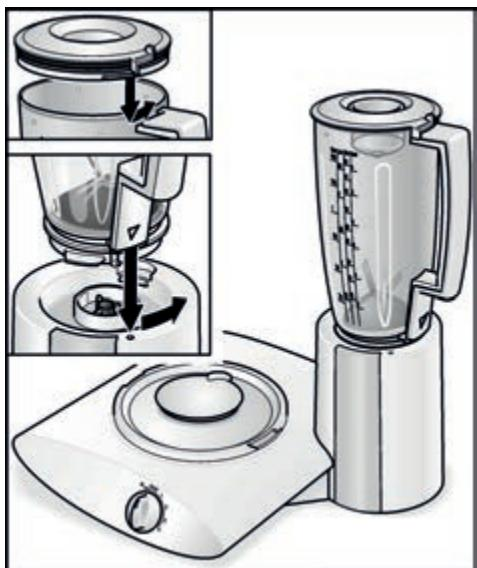

Figura 13
4. Coloque la licuadora con su tapa sobre el acoplamiento de alta velocidad de la unidad de potencia. Observe a tal fin la marca sobre el electrodoméstico y la licuadora. Gire ahora la licuadora en sentido antihorario ejerciendo una leve presión hacia abajo, hasta que la jarra quede firmemente sujetada. Ver figura 13.